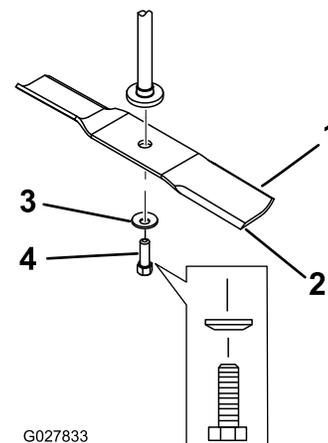

Figura 54
2. Retire a cavilha da lâmina, a anilha curva, e a lâmina do eixo (Figura 54).
1. Instale lâmina no eixo (Figura 54).
2. Instale a anilha curva (lado oval virado para a lâmina) e o parafuso da lâmina (Figura 54).